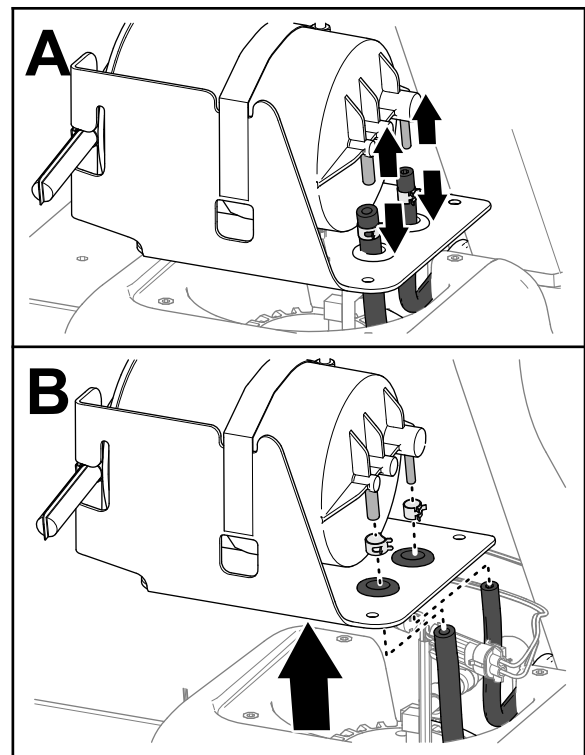

**Figura 116**
3. Desserrez les 2 colliers qui fixent les flexibles sur les raccords du filtre à charbon actif (Figura 116).